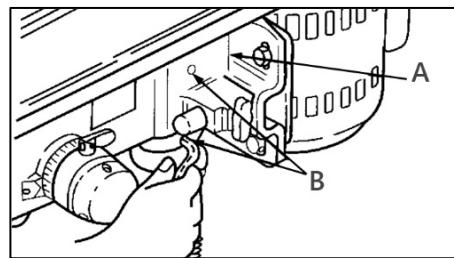

Рисунок 7.
Аккуратно поднимите сверлильную головку (A) (рис. 7) и наденьте ее на колонну до упора. Выровняйте головку относительно стола и основания.